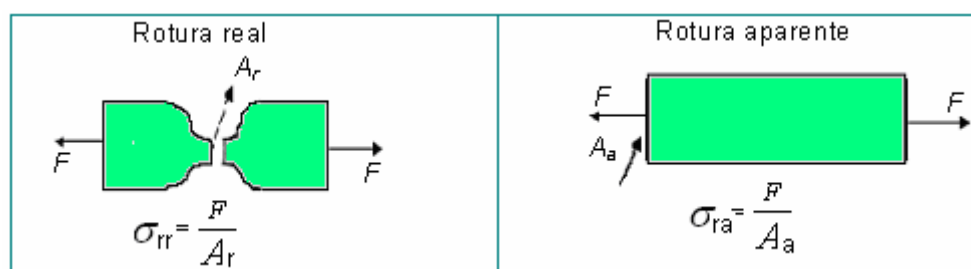

Figura 1.22
e).- **Punto de rotura**, se presentan dos casos, el de la rotura aparente y de la rotura real, ver figura 1.22